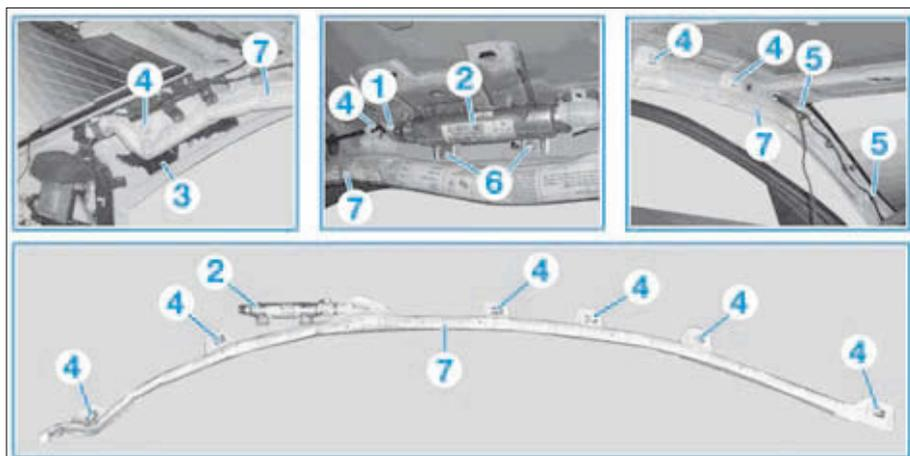

FIG.8
- Débrancher le connecteur (1) de l'allumeur (2) (Fig.8).
- Déposer la fixation (3).
- Défaire les agrafes (4) et (5).
- Déposer les vis (6).
- Sortir l'airbag rideau (7).